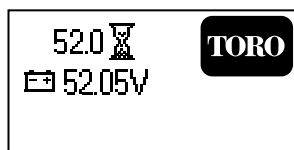

Figura 25
- **Pantalla de presentación (Figura 25):** Muestra el voltaje de las baterías y el horímetro de la máquina durante unos segundos cuando se enciende la máquina.